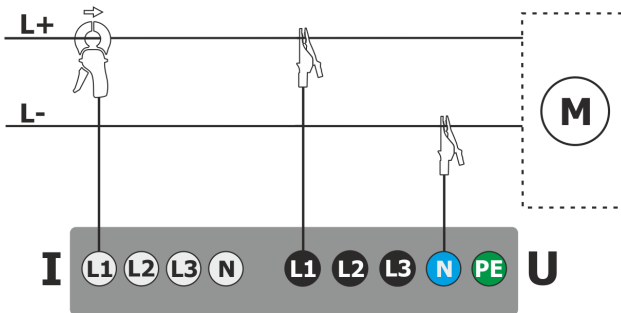

Fig. 65. Esquema de conexión - sistema de DC.
- DC – sistema de una tensión (Fig. 65)